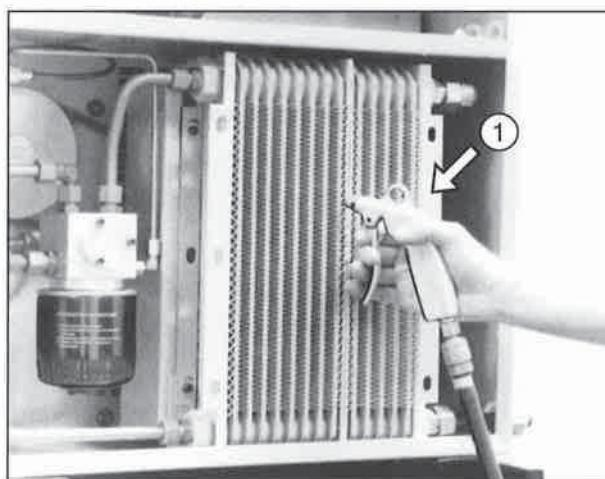

Abb. 6.14: Druckluft-Öl-Kühler reinigen
- Gelösten Schmutz mit Druckluft ① gegen die normale Strömungsrichtung der Kühlung ausblasen. Der ausgeblasene Schmutz kann mit einem Industriestaubsauger direkt abgesaugt werden (siehe Abb. 6.14).